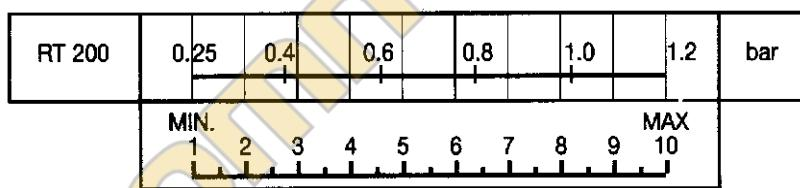

Рис. 5
Этот прибор контролирует давление генератора и поддерживает его между фиксированными максимальными и минимальными значениями. Далее приводятся инструкции по калибровке модели DANFOSS RT 200 с диапазоном 2-6 бар (см. Рис. 5). В случае применения других моделей реле давления необходимо проконсультироваться со специальной документацией, идущей вместе с реле давлениями.
- Вращайте ручку регулятора (1) до тех пор, пока указатель шкалы (2) не достигнет значения давления, с которого начнет работать горелка;
- Снимите крышку реле давления и поставьте барабан (3) на выбранном значении для дифференциала (горелка остановлена) на основе диаграммы на Рис. 5; дифференциал достигает значения, указанного в пункте а).